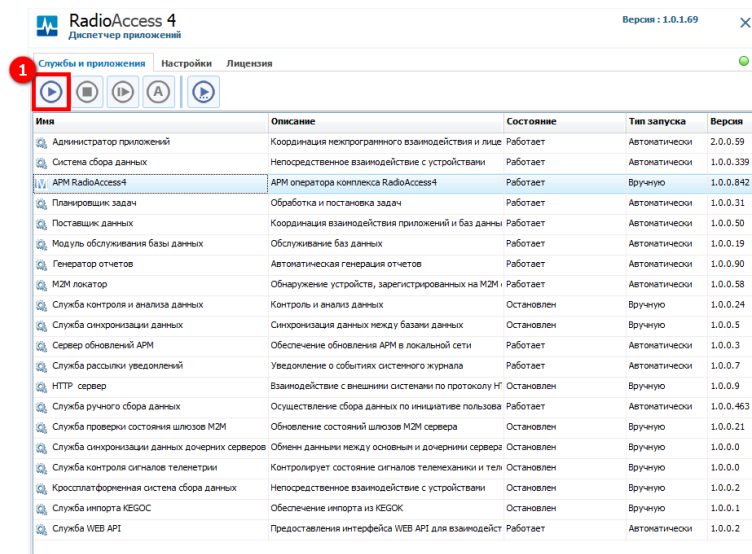

Рисунок 40 – Запуск APM RadioAccess 4 (РадиоАксесс 4) в Диспетчере приложений
После нажатия кнопки запуска (1) (см. рисунок 40) в **Диспетчере приложений АРМ RadioAccess 4 (РадиоАксесс 4)** открывается окно программы Автоматизированного